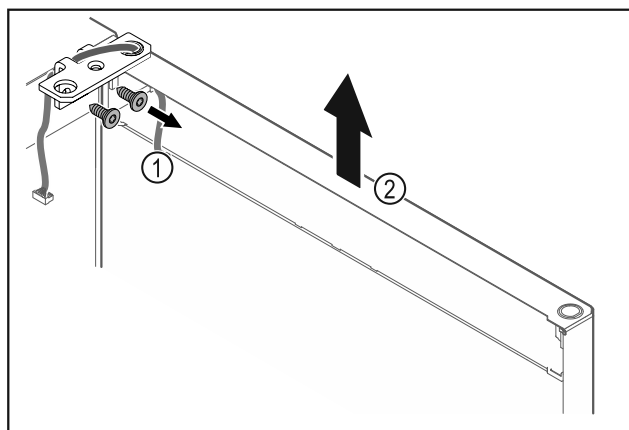

Fig. 24
- Odvijte kotnik tečaja vrat Fig. 24 (1).
- Vrata s kotnikom tečaja Fig. 24 (2) dvignite za približno 200 mm naravnost navzgor in jih snemite.